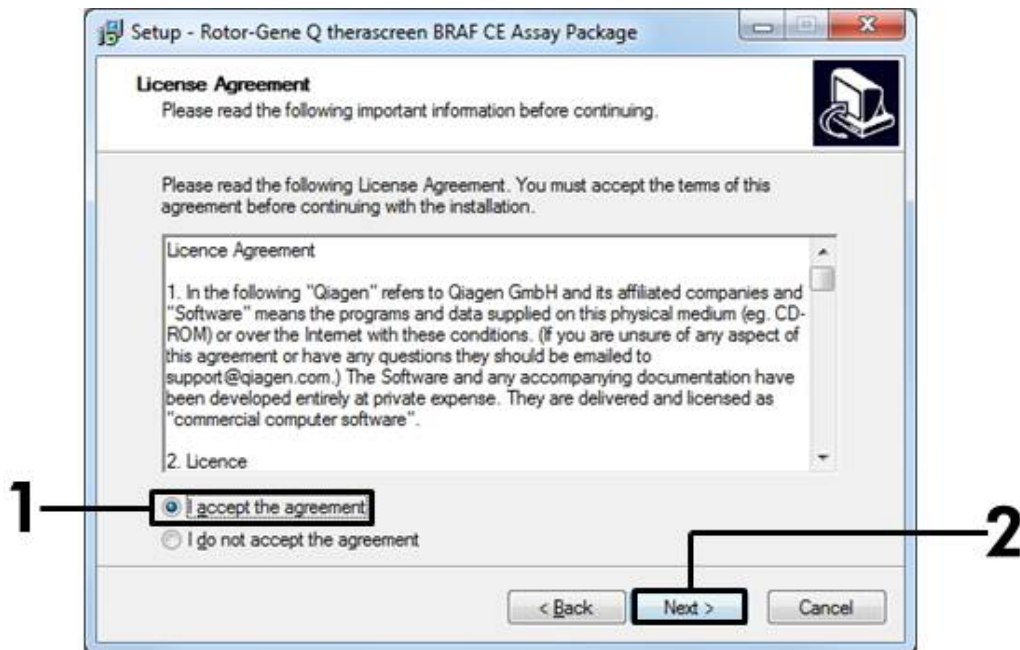

Figure 42. Boîte de dialogue « License Agreement » (accord de licence) (1 = bouton pour accepter, 2 = bouton « Next » (suivant)).
5. Lire l'accord de licence dans la boîte de dialogue « License Agreement » et accepter l'accord en cochant la case « I accept the agreement ». Cliquer sur « Next » (suivant) pour continuer (figure 42).